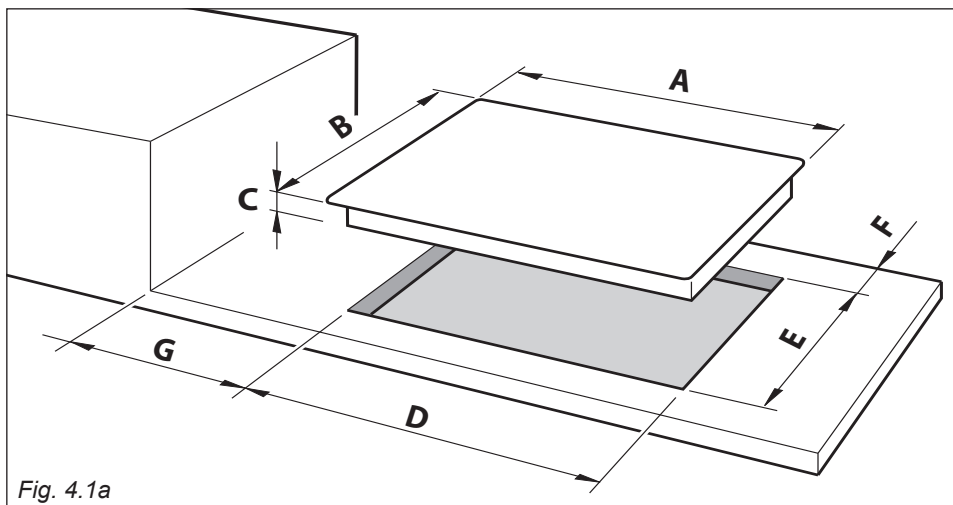

Fig. 4.1a
Gör en utskärning i bänkskivan enligt måtten i fig. 4.1a, och se samtidigt till, att nedanstående efterföljs:
- Det ska vara ett min. avstånd mellan gashällen och sidoväggen på 200 mm enligt fig. 4.1a och 4.1b.
- Det ska vara ett min. avstånd mellan bakväggen och gashällen på 60 mm enligt fig. 4.1a.
- Utför utskärningen i bänkskivan som visas på fig. 4.1a.